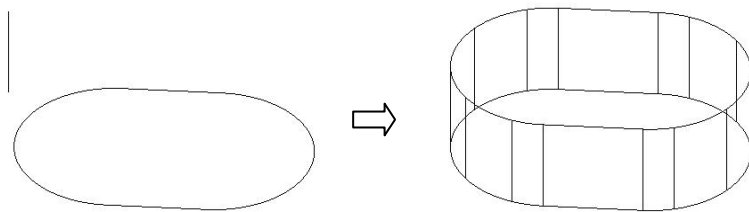

图 7-33 指定方向创建拉伸实体
- “方向”子选项是通过确认两点来指定拉伸的方向和长度，如图 7-33 所示。